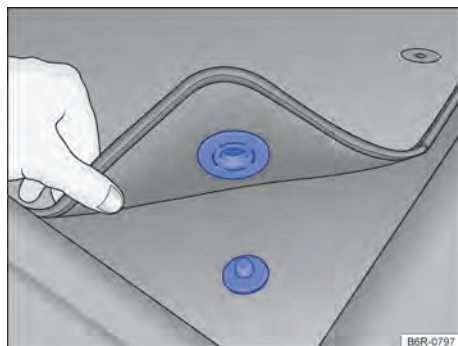

Fig. 19 Tapete dianteiro do lado do condutor com fixação no pino do carpete.
- ✓ Acomodar bem o tapete na área para os pés do lado do condutor de modo que não obstrua a área dos pedais. O tapete dianteiro do lado do condutor pode ter fixação no pino do carpete → Fig. 19.